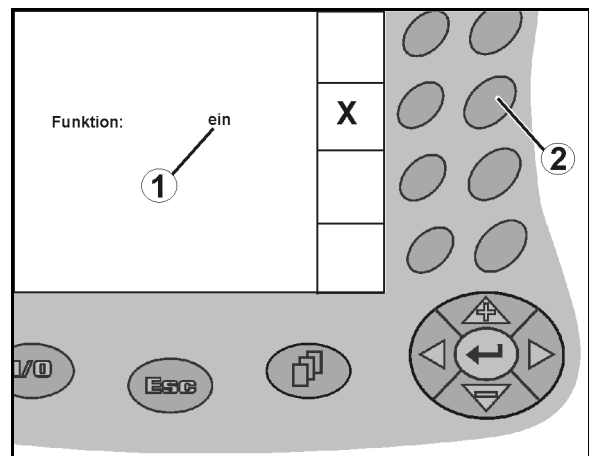

Рис. 14
- Нажмите функциональную кнопку (Рис. 14/2)
- Функция **ВКЛ** (Рис. 14/1).